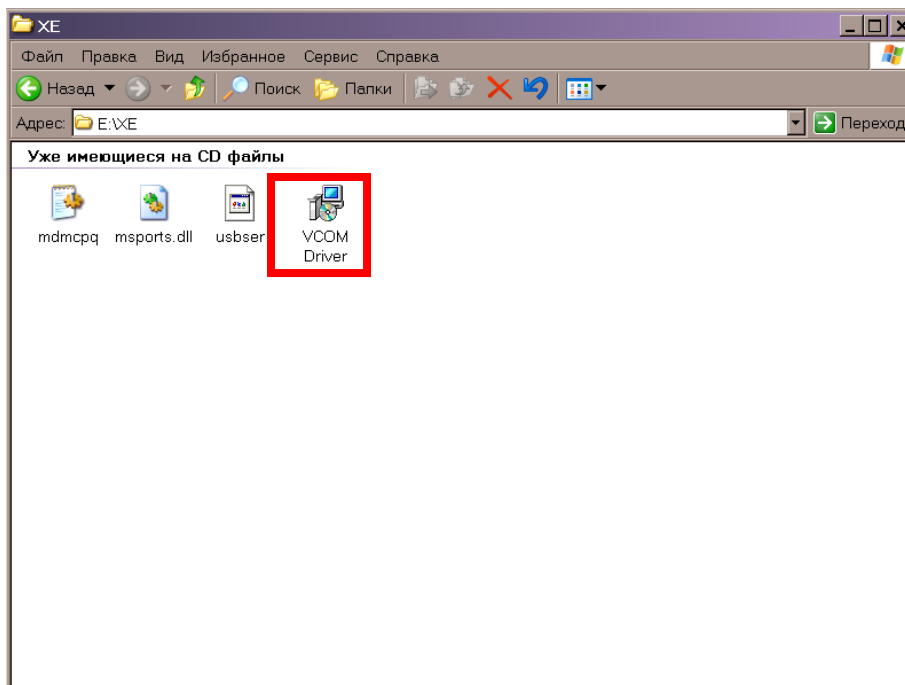

Рисунок 9.1 - Содержание компакт-диска
- ❑ После загрузки диска в дисковод ПК откройте в корневой директории папку «XE» и запустите файл «VCOM Driver» (см. Рис.9.1).